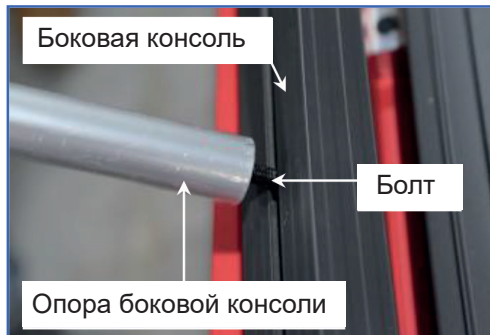

Рис. 10
•Вставьте болт М8х20 в паз на нижней стороне боковой консоли и накрутите на болт опору боковой консоли (рис. 10).